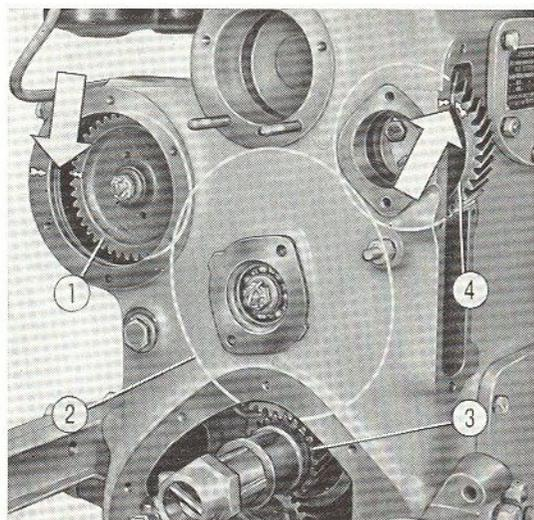

Fig. 38. - Repères des pignons pour le calage de la distribution.
- Montez le pignon entraîneur sur le vilebrequin et le pignon de renvoi (voir fig. 38).